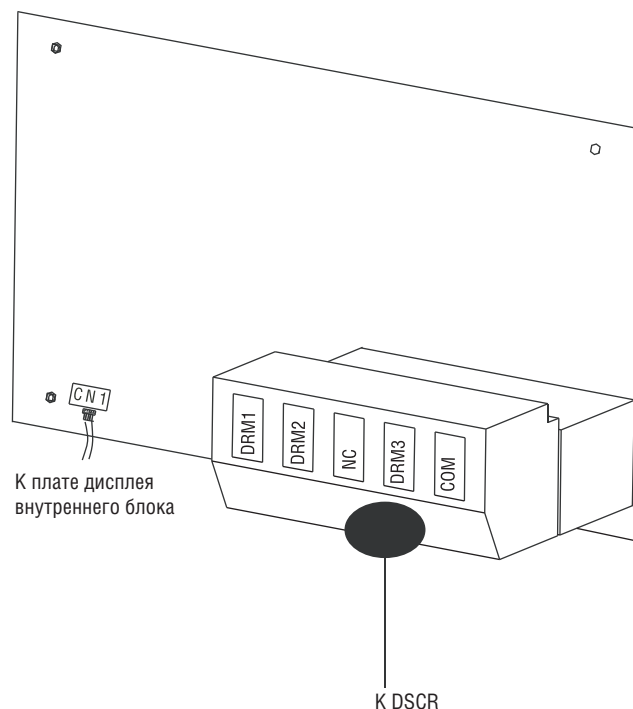

Рис. 13-1
- При включенном экономичном режиме (DR) блок работает с несколько пониженной мощностью, поэтому эффект охлаждения или нагрева может проявляться слабее.
13.2 Выполните подключение к модулю DR (см. рис. 13-1).